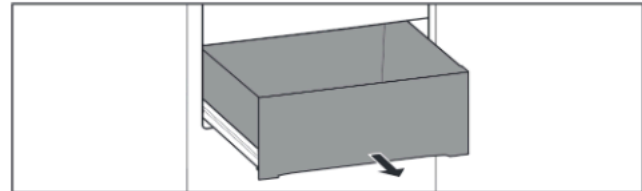

Fig. 45
- Il cassetto è completamente estratto (vedere Fig. 45).